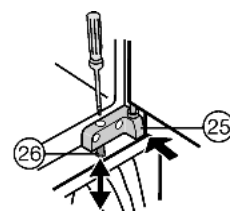

Fig. 13
- ▶ Výškové vyrovnání přístroje: pomocí nastavovacích šroubů Fig. 13 (26) ve stojanech ložiska Fig. 13 (24,25).